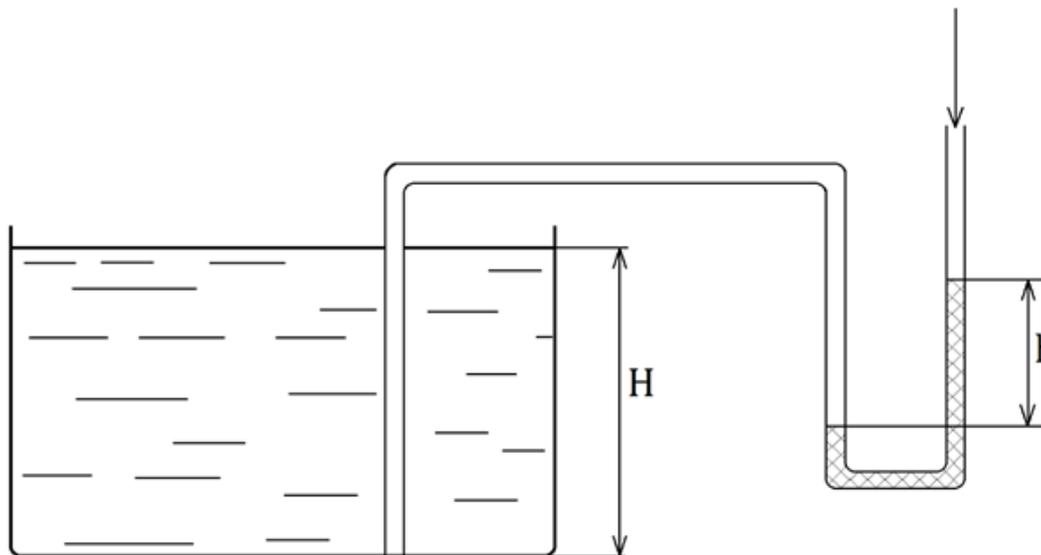

Рис. 1. Схема для решения задачи 10
10. Для измерения уровня жидкости в сосуде иногда используется устройство, схема которого изображена на рис. 1.